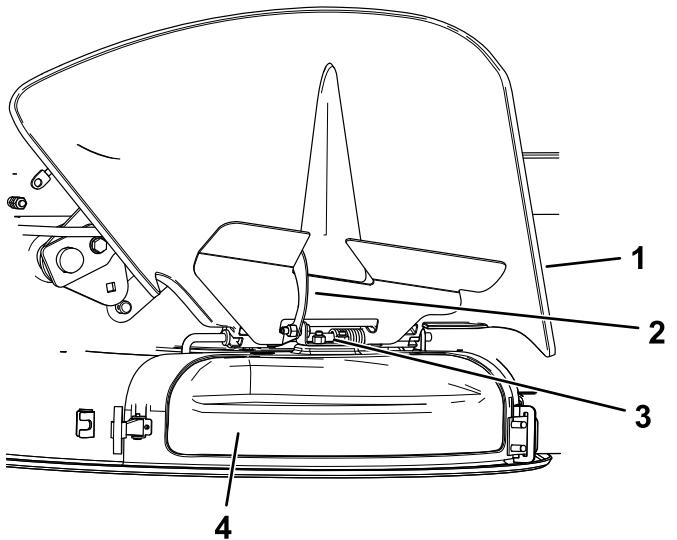

Figura 15
4. Liberate il dispositivo di chiusura a uncino sopra il coperchio dello scarico dall'asta di rotazione (Figura 15).
5. Sopra il coperchio dello scarico, agganciate il dispositivo di chiusura a uncino all'asta di rotazione del gruppo deflectore (Figura 15).